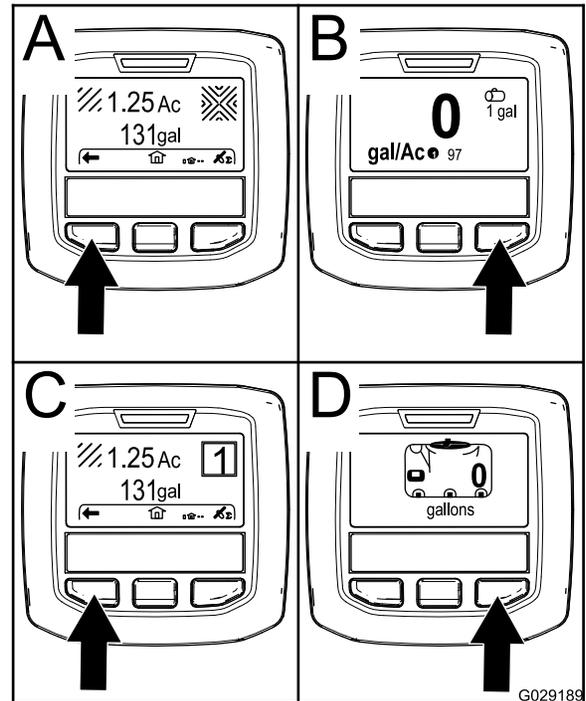

图19
- 右侧选择按钮已喷洒总面积 图 19 中的 A
- 右侧选择按钮喷洒率 图 19 中的 B
- 左侧选择按钮已喷洒分区 图 19 中的 C
- 左侧选择按钮药缸容量 图 19 中的 D